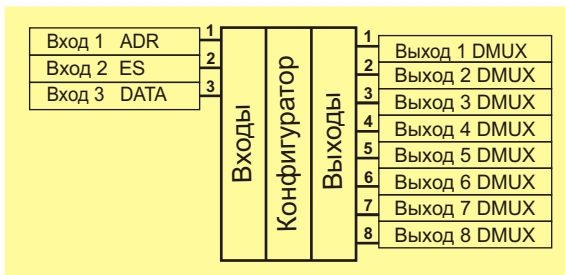

Рис. 90. Блок “Коммутатор”, тип “DMUX1-8”
Блок **Коммутатор**, тип “DMUX1-8”, является одноэлементным. Блок состоит из 3-х входов и 8-ми выходов (Рис. 90). Первый вход (ADR) указывает адрес коммутируемого выхода. Второй вход (ES) - выбор “элемента”. Когда на нем присутствует логический 0, то дается разрешение на коммутацию. Если вход ES = 1, то все выходы DMUX = 0. Работа блока в случае, когда ES = 0, описывается так: